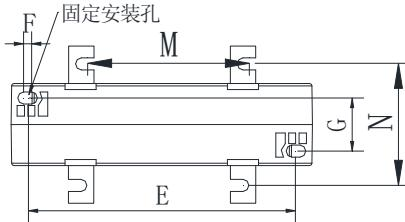

图 2 螺钉安装
2、探测器采用螺钉安装方式，安装尺寸如下图 2 所示，单位（mm）。